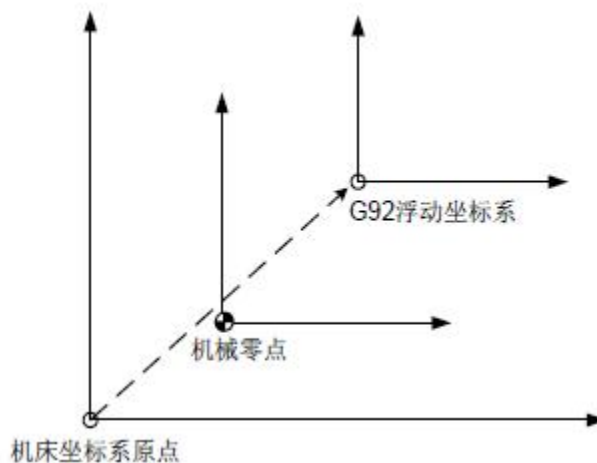

图 3-2-11-1
1、如图3-2-11-1 所示，G92 浮动坐标系对应的原点为机床坐标系下的值，与工件坐标系没有关系，是在机床回机械零点后才能建立的。